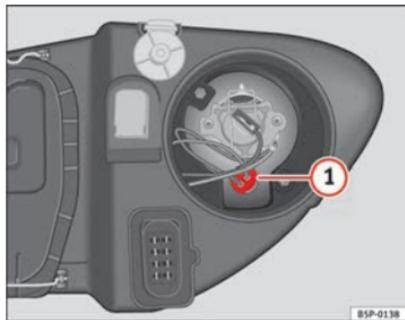

Fig. 169 Luz de presença
- Extrair o porta-lâmpadas ⇒ Fig. 169 (1) para fora.